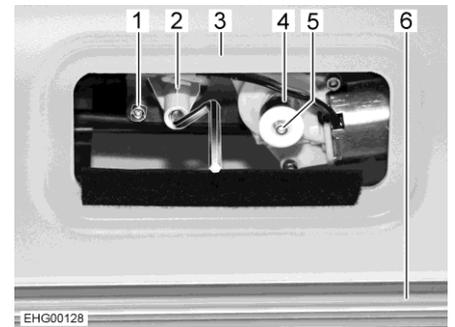

Bild 36 Zugang zum Motor
- Abnehmbare Blende über der Frontscheibenverkleidung (Bild 36,3) abnehmen. Der Motor (Bild 36,1) ist zugänglich.
- Kunststoffhülse (Bild 36,4) entfernen.
- Weißen Sicherungsknopf (Bild 36,5) drücken und gedrückt halten.
- Kurbel an Kurbelaufnahme (Bild 36,2) aufsetzen.
- Faltverdunklung (Bild 36,6) mit der Kurbel nach oben oder nach unten bewegen.
- Wenn beide Griffleisten aus dem Sichtbereich herausbewegt sind: Sicherungsknopf (Bild 36,5) wieder herausziehen.